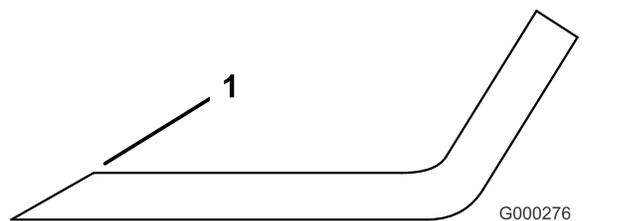

Figure 27
- Examinez les tranchants de toutes les lames et aiguissez-les s'ils sont émoussés ou ébréchés (Figure 27).
Remarque: N'aiguissez que le haut du tranchant et conservez l'angle de coupe d'origine pour obtenir une coupe nette (Figure 27). Limez la même quantité de métal sur chacun des deux tranchants pour ne pas déséquilibrer la lame.